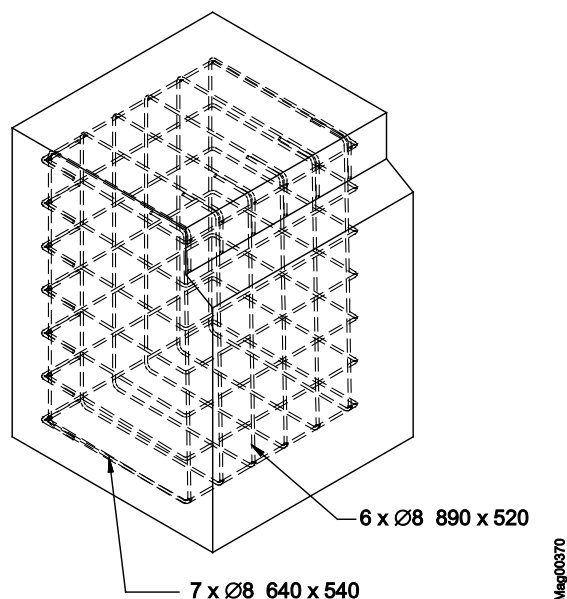

Bild 13: Armeringsnät Access XL2 och Access XXL (mått i mm)
- Armeringsnät enligt bilden Bild 13.
2. Placera armeringsnätet enligt Bild 13 i fundamentålet.